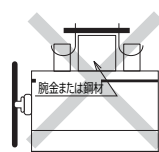

図 5
- ロ. 開閉器のケース上板に腕金または鋼材を直接当てた取付方。（図5）
- ③ 開閉器取付部の損傷やゆりみは、開閉器の落下や開閉器の操作ミスになる恐れがありますので、堅固に取り付けてください。